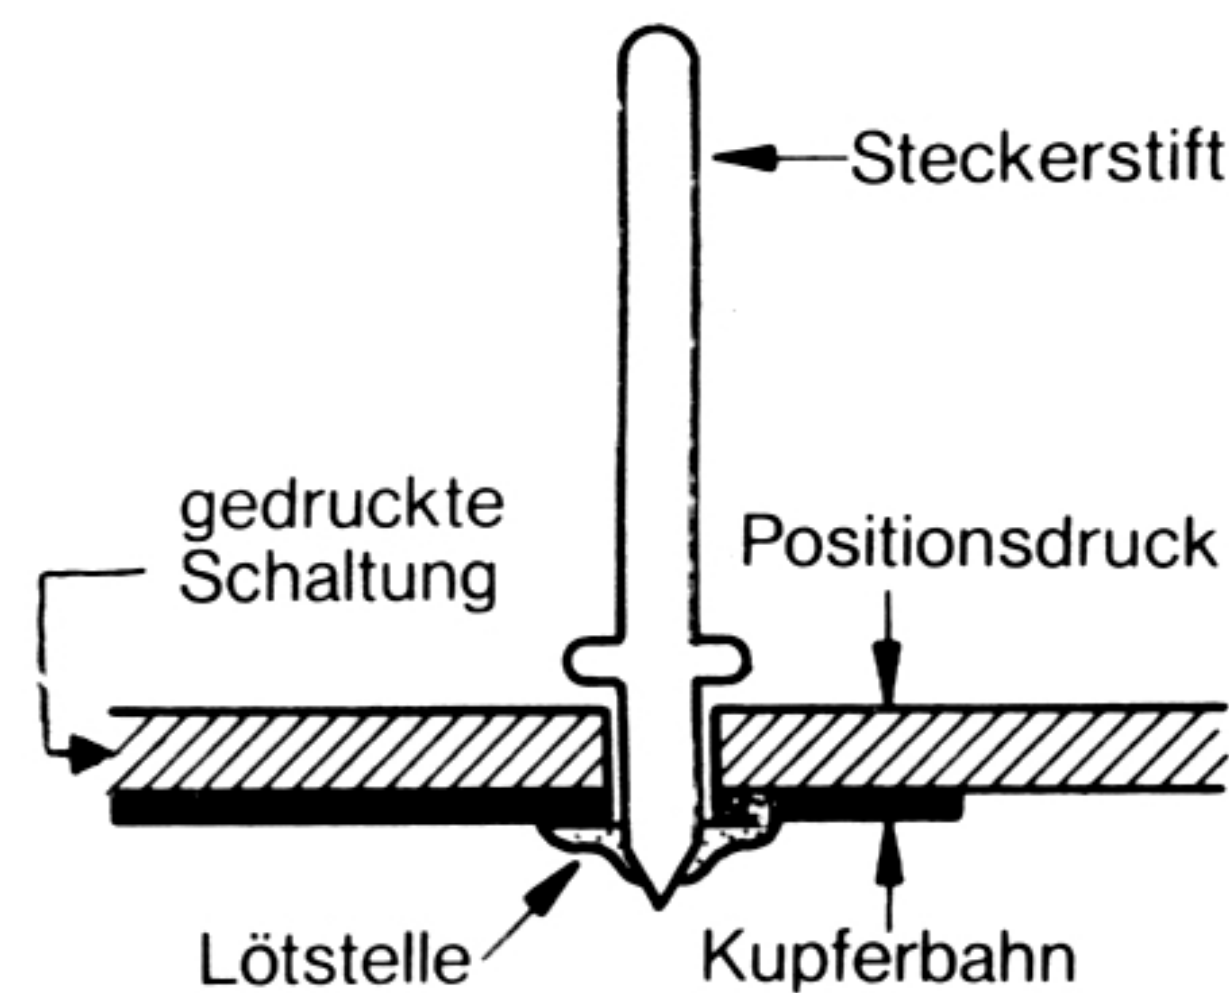

Abb. 5
1. Setzen Sie drei Steckerstifte auf der linken Hälfte der gedruckten Schaltung (Abb. 4) in alle Löcher, die mit I, II und  $\perp$  bezeichnet sind, ein. Drücken Sie die Steckerstifte mit ihrem kurzen Ende von der Positionsdruckseite her fest in die Bohrungen. Achten Sie beim Verlöten mit den Kupferbahnen darauf, daß die Steckerstifte senkrecht stehen, damit sich später die Stecker leicht aufsetzen lassen (Abb. 5).
2. Löten Sie auf der rechten Seite der gedruckten Schaltung (Abb. 4) weitere fünf Steckerstifte in die Bohrungen  $\perp$ , I, II, +, - (Abb. 5).